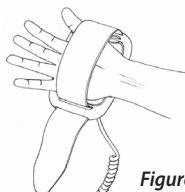

Figure 5
7. Placer la bobine sur une surface stable avec le support amovible vers le haut. (Figure 5)